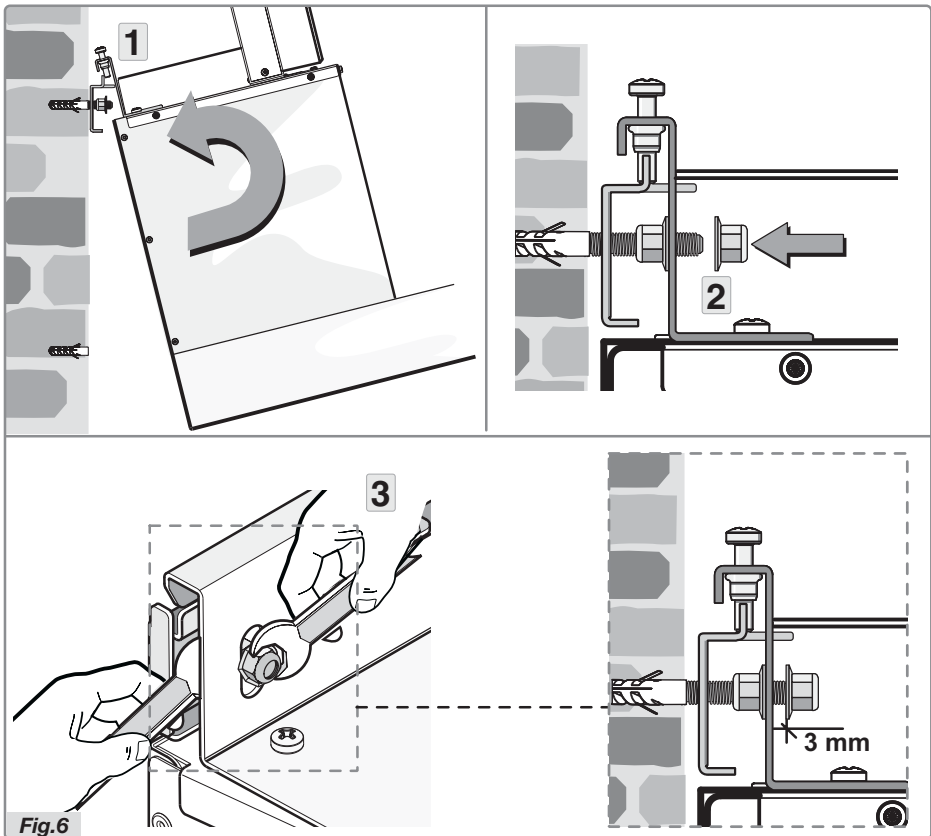

Fig.6
- Faites basculer légèrement la hotte et accrochez-la à l'élément de fixation, comme indiqué (Fig.6, étape 1).
- Positionnez la hotte et assemblez-la à l'élément de fixation en vissant l'écrou sur la vis sans tête (Fig.6 étape 2).
- Tenez une clé à molette appropriée dans une main pour maintenir le contre-écrou en place et, de l'autre main, tournez l'écrou dans l'autre sens avec une deuxième clé (Fig.6 étape 3). La